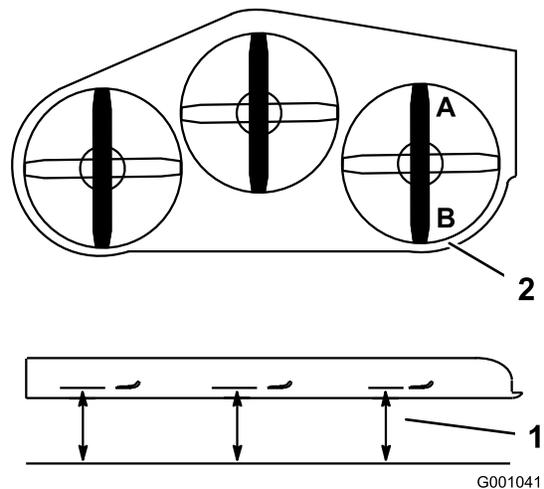

Figura 73
1. Coloque la cuchilla derecha en posición longitudinal (Figura 73).
2. Mida la cuchilla derecha en la posición **A** desde una superficie nivelada hasta el filo de corte del extremo de la cuchilla (Figura 73).
4. Mida la cuchilla derecha en la posición **B** desde una superficie nivelada hasta el filo de corte del extremo de la cuchilla (Figura 73).
- La cuchilla del cortacésped debe estar entre 6 y 10 mm (1/4 y 3/8 pulg.) más baja en la posición **A** que en la posición **B** (Figura 73). Si no es correcta la distancia, continúe con los pasos siguientes.